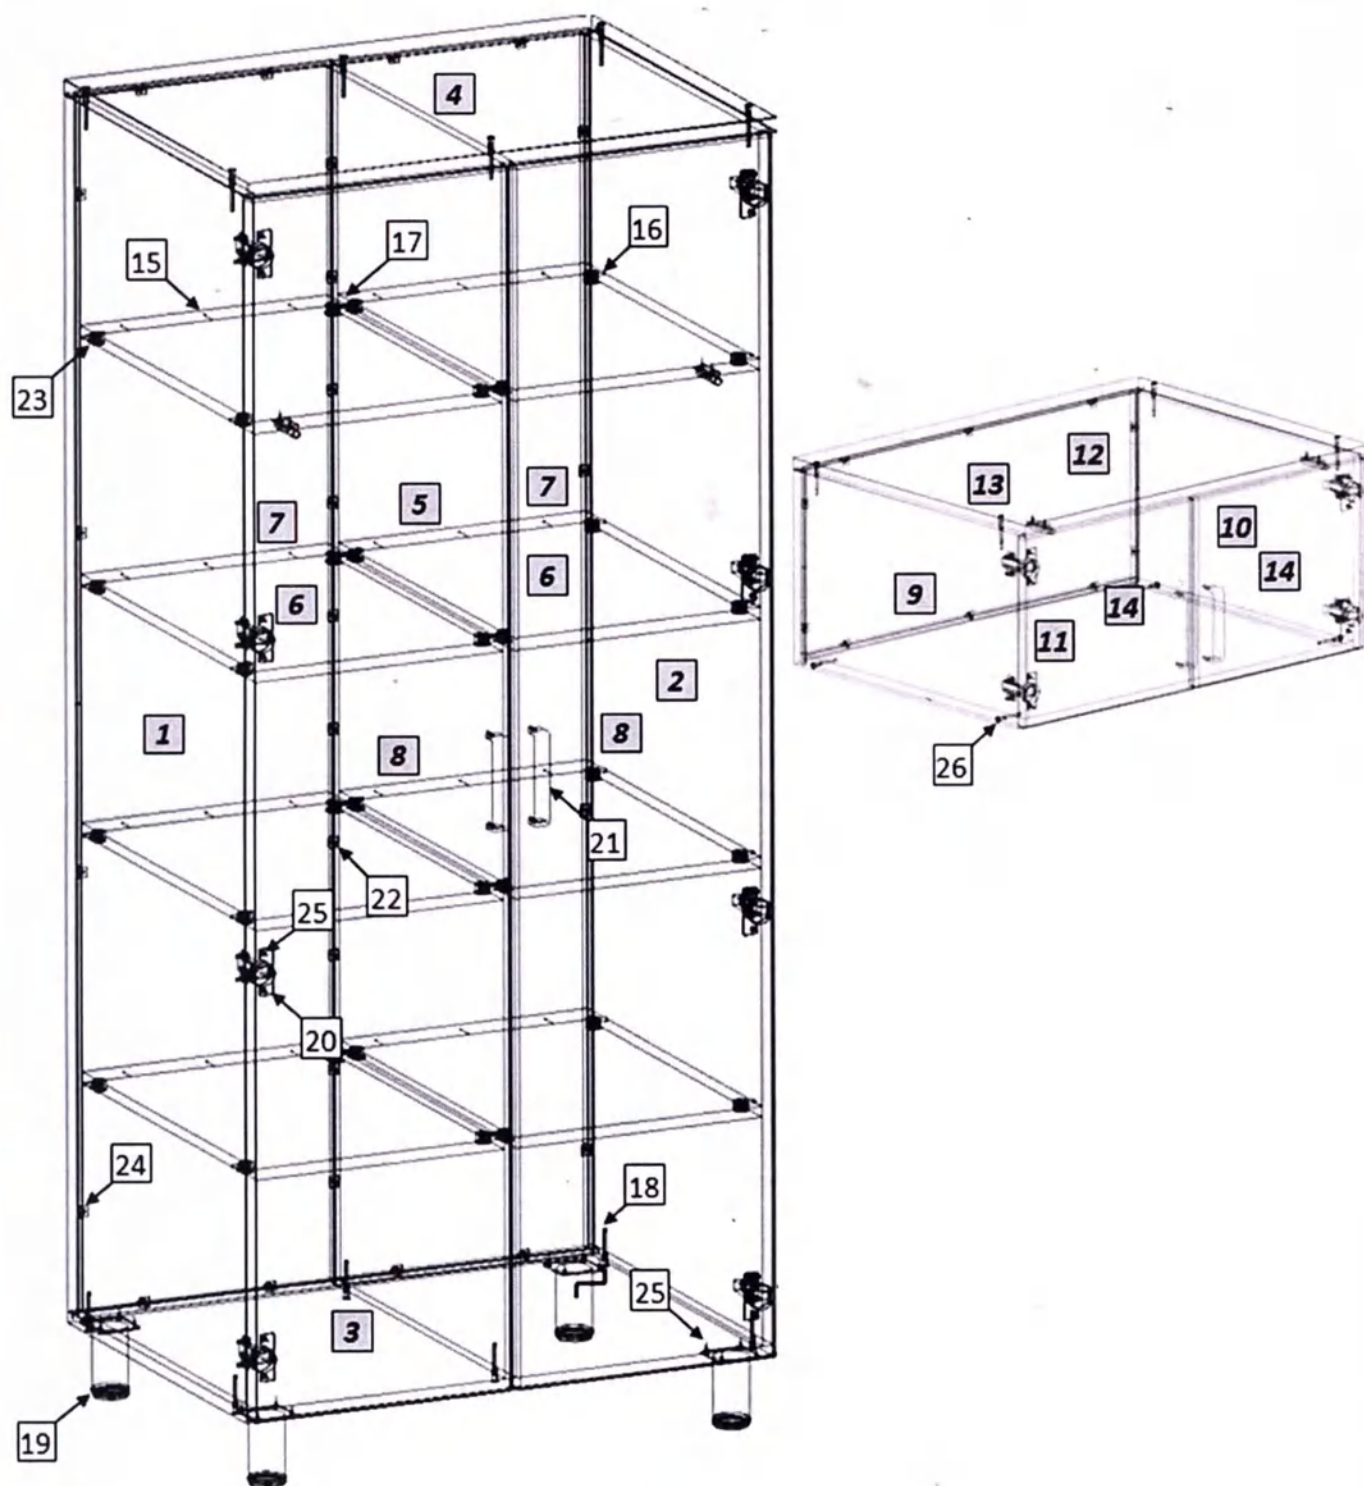

Рис. 1
1. Внимательно ознакомьтесь со схемой сборки, изображённой на рис. 1, сверяясь со спецификацией на изделие. Согласно схеме и спецификации определите расположение деталей в изделии и порядок их сборки. Сборка производится на ровном полу, укрытом материалом, предотвращающим повреждение покрытия пола и деталей мебели. Подготовьте необходимые для сборки инструменты – плоскую и крестовую отвёртки, молоток, рулетку или линейку.
2. На горизонтальных стенках (6) установите эксцентриковые стяжки (17). На боковых стенках (1,2) установите монтажные планки петель (14) и ввинчиваемые штоки эксцентриковых стяжек (10); на средней стенке (5) установите двойные дюбели (11). Евровинтами (12) соедините вертикальные стенки (1,2,5) с горизонтальной нижней стенкой (3) и крышкой (4), предварительно установив в пазы задние стенки (7). Закрепите задние стенки в пазах уголками (19). Для крепления задних стенок к средней стенке (5) используйте скрепки (16) с шурупами. Установите и закрепите горизонтальные стенки (6), гвоздями (9) зафиксировав к ним задние стенки. На горизонт. нижней стенке (3) шурупами (19) закрепите опоры (13).
3. На дверях (8) при помощи шурупов 4x16 (19) установите петли (14), установите ручки (15). Закрепите двери к боковым стенкам шкафа. При необходимости отрегулируйте положение дверей винтами петель.